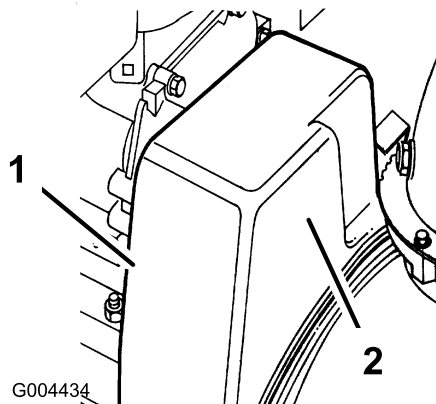

Figure 39
- Retirez les 2 boulons à embase de fixation du couvercle de courroie et mettez ce dernier de côté (Figure 39).
1. Retirez les 2 boulons à embase de fixation du couvercle de courroie et mettez ce dernier de côté (Figure 39).